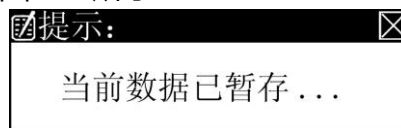

图 7.7
3) 在测试界面,将光标移到“暂存”按钮,按“确认”键则仪器将当前测试结果暂时存到内存以便查看。出现提示框如图 7.7 所示: